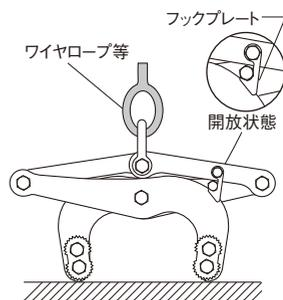
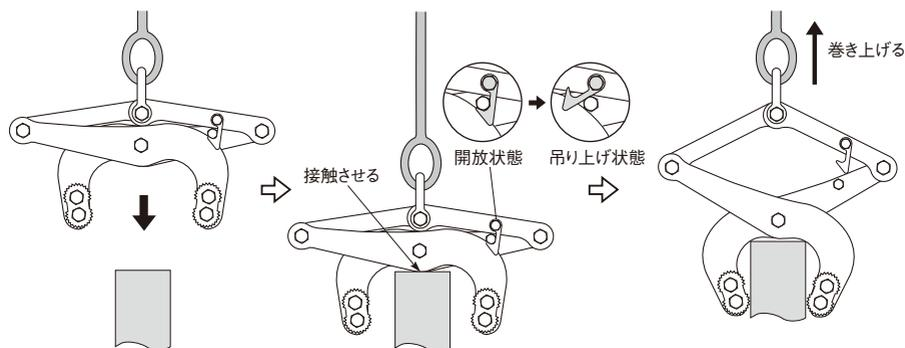

図1
図2
- (1) コンクリート二次製品専用吊クランプ(以下クランプ)をワイヤロープ等により、クレーンフックに取り付けて下さい。この時、フックプレート掛けてクランプを開放状態にして下さい。(図1)
- (2) 開放状態のまま、クランプを吊り上げて吊り荷上に移動します。クランプ同士が当たったりワイヤロープがねじれたりしないようにご注意下さい。
- (3) クランプをそのまま吊り荷に接触するまで降ろして下さい。フックプレートを手で反転させ吊り上げ状態にしてから、クレーンフックを巻き上げて下さい。クランプが吊り荷を吊り上げます。(図2)